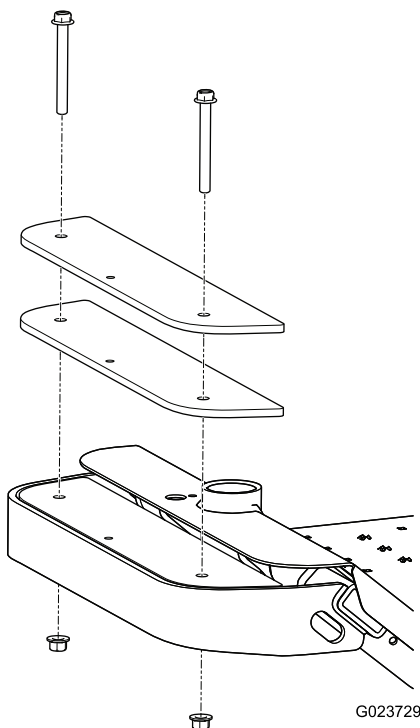

Figura 12
1. Rimuovete i due bulloni e i due dadi che fissano le zavorre già presenti sulla parte frontale della macchina (Figura 12).